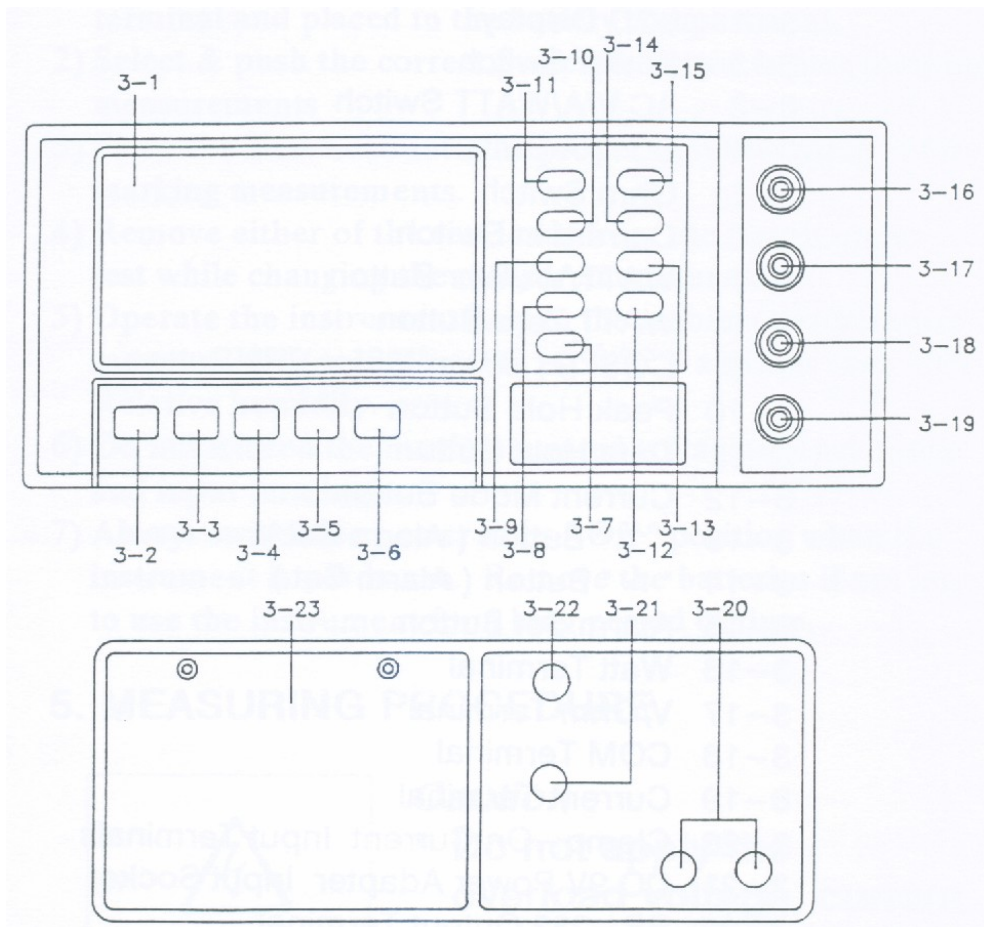

Fig. 1
- Verbinden Sie das rote Testkabel mit der „Current (10 A)“-Klemme (3 – 19, Abb. 1) und das schwarze Testkabel mit der „COM“-Klemme (3 – 18, Abb. 1).
Alle Mess-Vorgänge entsprechen den oben unter „7.1. AC-Watt/V/A/PF/Hz-Messung“ beschriebenen Abläufen. Durch zusätzliches einmaliges Drücken des „WATT/VA/Whr“-Knopfes (3 – 7, Abb. 1) werden gleichzeitig VA-, Spannungs-, Stromstärke- und Hz-Werte angezeigt.
Alle Mess-Vorgänge entsprechen den oben unter „7 – 1 AC-Watt/V/A/PF/Hz-Messung“ beschriebenen Abläufen. Durch zusätzliches zweimaliges Drücken des „WATT/VA/Whr“-Taste (3 – 7, Abb. 1) wird der Whr-Wert zusammen mit der abgelaufenen Zeit angezeigt.
- 1) Schalten Sie den Ein-/Aus-Schalter (3 – 2, Abb. 1) auf „Ein“. Ein = 1, Aus = 0
- 2) Drücken Sie den „AC V/A/WATT“-Schalter (3 – 3, Abb. 1).
- 3) Stellen Sie den „Current In Select“-Schalter (3 – 6, Abb. 1) auf „DIRECT“.
- a. Verbinden Sie das rote Testkabel mit der „V/Ohm“-Klemme (3 – 17, Abb. 1) und das schwarze Testkabel mit der „COM“-Klemme (3 – 18, Abb. 1).
Die LCD-Anzeige (3 – 1, Abb. 1) zeigt gleichzeitig die Wattzahl, die Spannung, die Stromstärke und den PF (Leistungsfaktor) an.
- 8) Drücken Sie während der Watt-Messung ein Mal den „PF/Hz“-Knopf (3 – 9, Abb. 1). Dadurch wird statt des PF-Wertes der Netzfrequenz-Wert angezeigt.
- 1) Stellen Sie den Ein-/Aus-Schalter (3–2, Abb. 1) auf „Ein“. Ein = 1, Aus = 0
- 3) Stellen Sie den „Current In“- Schalter (3 – 6, Abb. 1) auf „DIRECT“.
- 4) Verbinden Sie kein Kabel mit den Eingangs-Klemmen. Zeigt die Watt-Anzeige nicht Null an, drücken Sie einmal auf den „WATT Zero“-Knopf (3 – 8, Abb. 1)